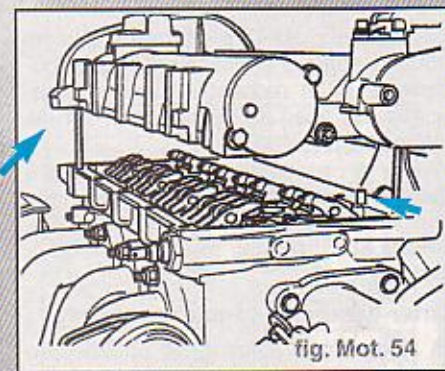

fig. Mot. 54
- Mettre en place avec précaution le carter d'arbres à cames par le haut sur les goujons et les goupilles d'ajustage de la culasse (flèches) (fig. Mot. 54).